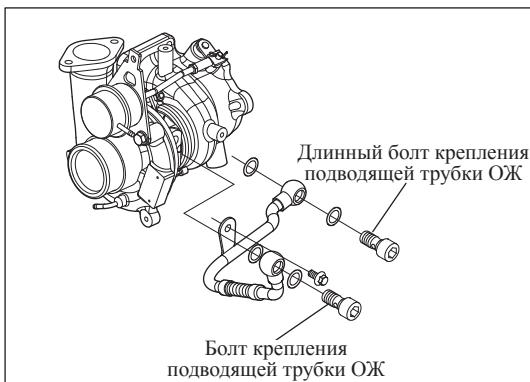

Рис. 7-2-3. Установка подводящей трубы ОЖ турбонагнетателя
- (1) Установить подводящую трубку ОЖ турбонагнетателя и прокладку, затем закрепить с помощью болтов, как показано на рис. 7-2-3.